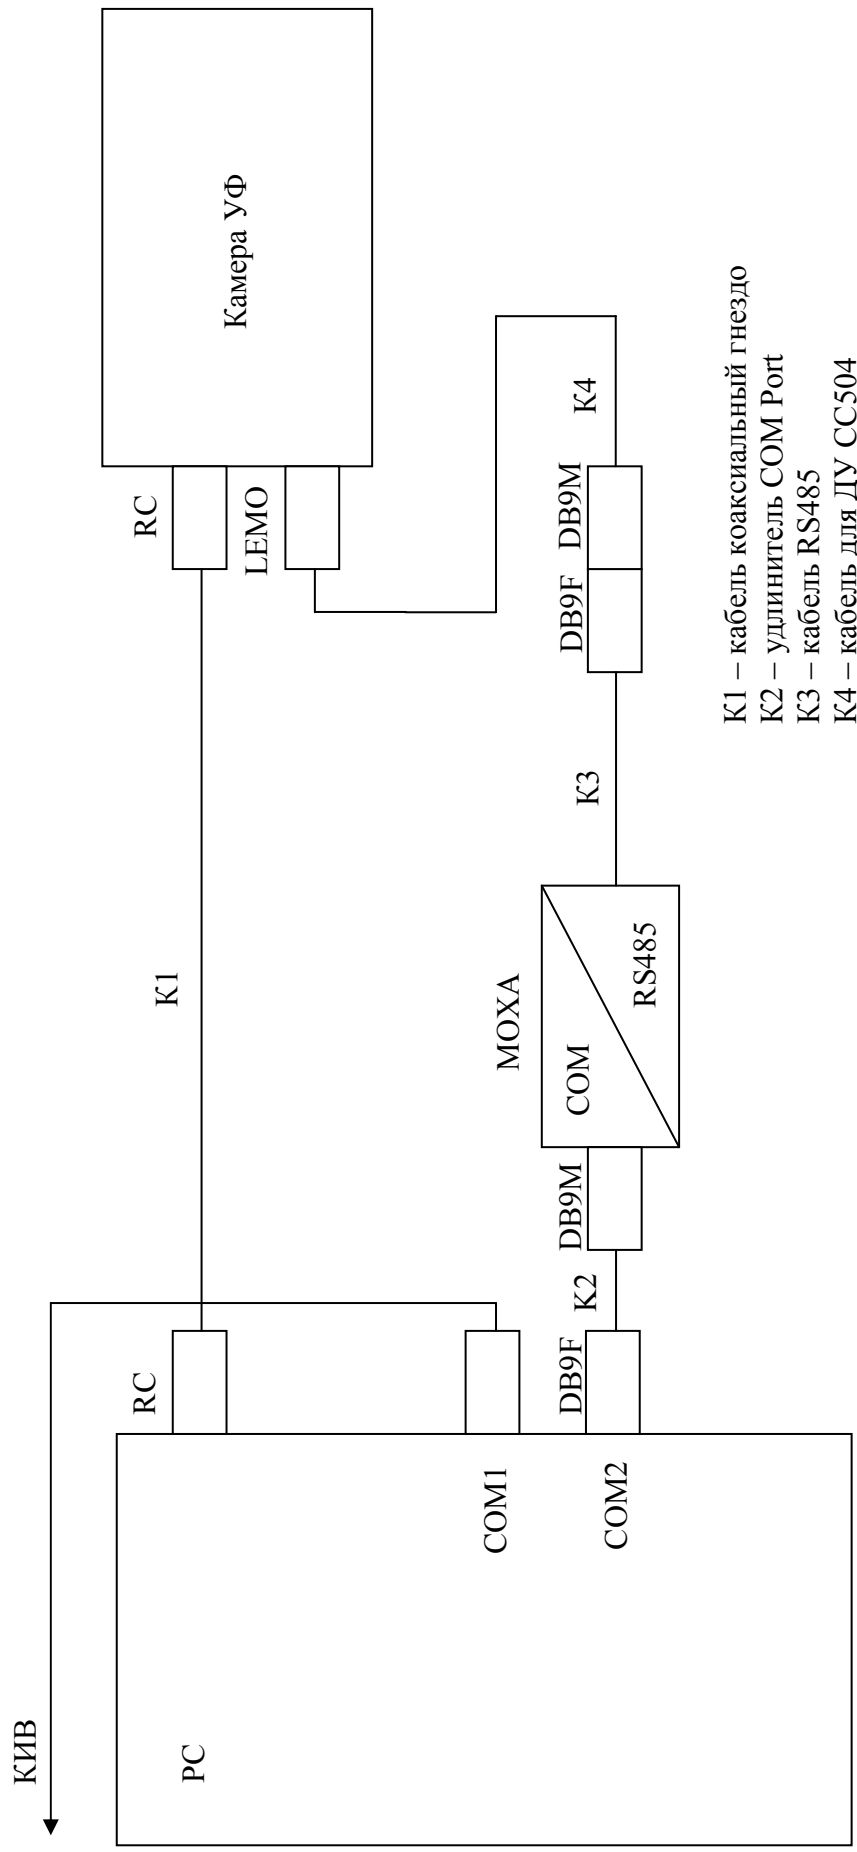

Рис.1 Схема подключения оборудования системы УФ - диагностики
3.1. Схема подключения оборудования системы УФ-диагностики изоляторов контактной сети представлена на рис.1 (Приложение 1).